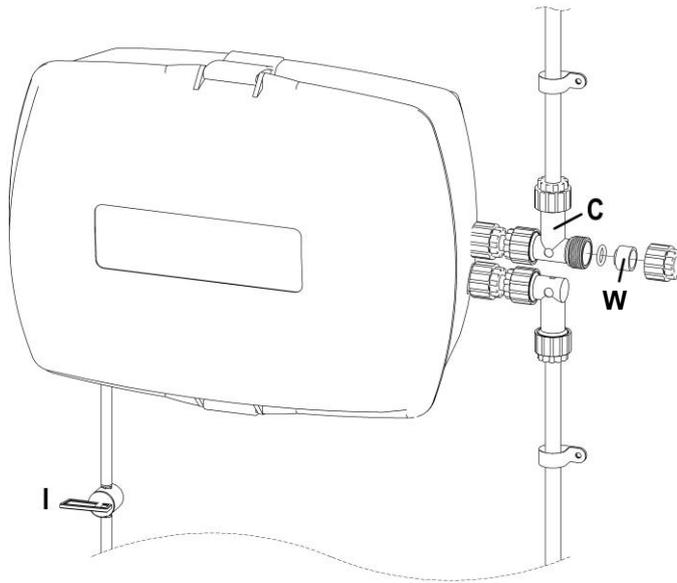

Fig. 7
RIMOZIONE/INSTALLAZIONE (Fig. 7): La maggior parte della manutenzione può essere eseguita con la valvola in posizione. Se è necessaria la rimozione completa, afferrare il collettore della valvola a 3 vie in gomma e tirare delicatamente via dalla valvola. Rimuovere le due viti sul retro della Power Unit. Per rimontare, invertire l'operazione.
RIMOZIONE/INSTALLAZIONE (Fig. 7): Svitare il gomito di ingresso (B) e il raccordo a T (C). Rimuovere le quattro viti sul retro dell'alimentatore. Scollegare i raccordi da entrambi i collettori (X). Per rimontare, invertire il processo assicurandosi che le frecce direzionali sui Collettori (X) siano nella posizione mostrata.